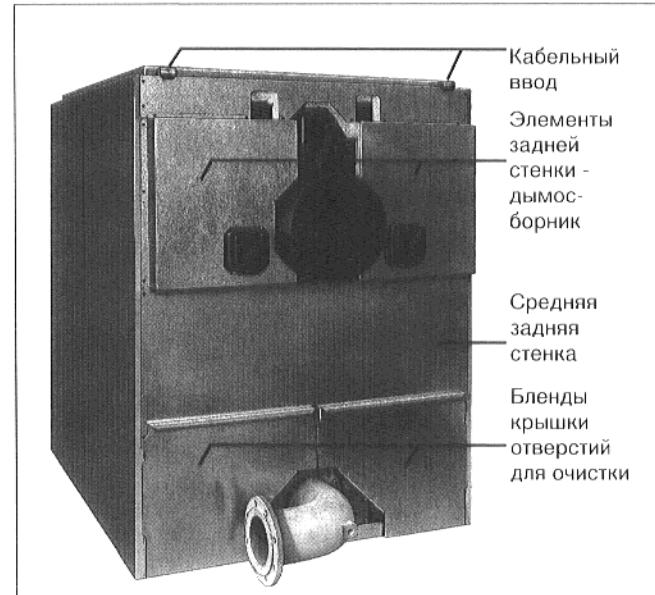

Рис. 46
- Насадить заднюю стенку дымосборника, состоящую из двух частей, так чтобы вырезы находились над крышками отверстий для очистки дымосборника (рис. 46).
- Привинтить винтами для листового металла заднюю стенку дымосборника вверху у верхней стенки дымосборника, и сбоку, к боковым стенкам (рис. 46).
- Вставить среднюю заднюю сетку котла накладками под заднюю стенку дымосборника и привинтить винтами для листового металла к боковым стенкам (рис. 46).
- Зашепить бленды крышек отверстий для очистки крючками в шлицах боковых стенок (рис. 46).
- Привинтить пластмассовый кабельный ввод сзади, вверху, к поперечине (рис. 46).